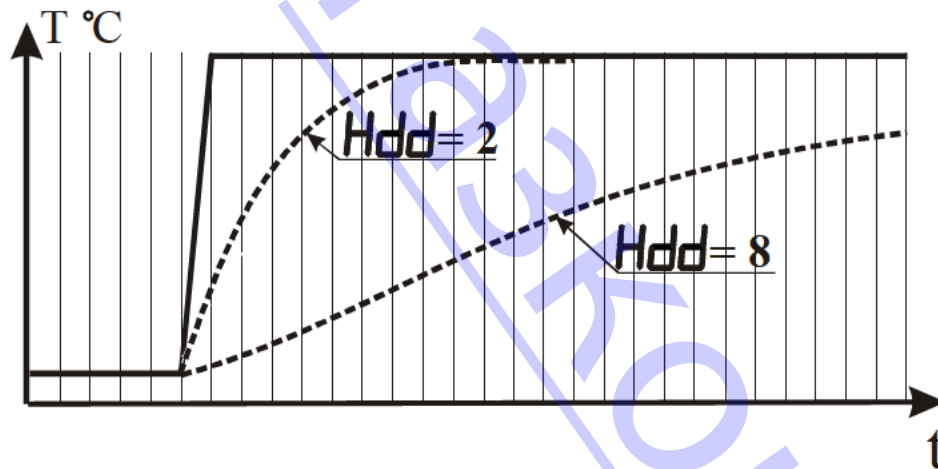

Рисунок 3.10 - Влияние параметра “Время усреднения” на показания прибора при различных значениях параметра Hdd
пературы отличается от результатов предыдущего измерения на значение, которое превышает указанное в параметре “Полоса фильтра”, то проводится повторное измерение температуры, а на индикаторе остается старое значение (см. рисунок 3.10). О повторном измерении свидетельствует мигание светодиодного индикатора “К” зеленого свечения.
3.3.2.7 Параметр “Время усреднения” указывают в количестве периодов опроса входного датчика ($N_{\text{опр.}}$). Этот параметр позволяет добиться более плавного изменения показаний прибора. Для этого производится вычисление среднего арифметического из последних ($N_{\text{опр.}}$) измерений. При значении параметра равном 0 интегратор выключен. Уменьшение значения времени усреднения приводит к более быстрой реакции прибора на скачкообразные изменения измеряемого параметра, но снижает помехозащищенность прибора (см. рисунок 3.10).